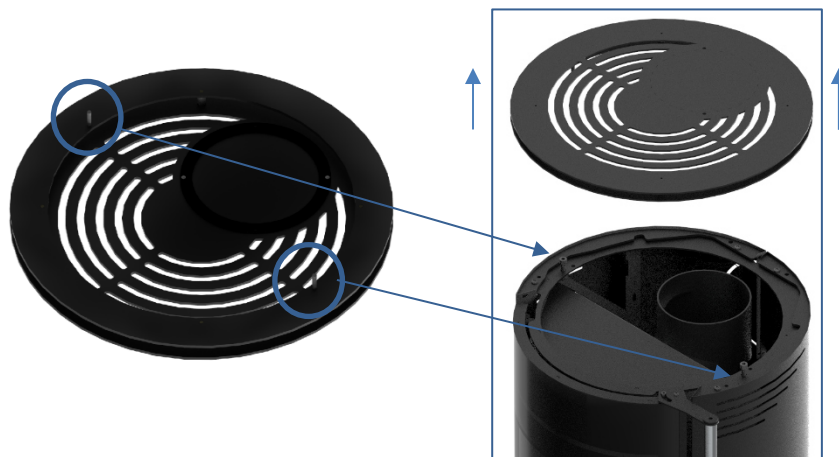

Figura 15 - Desmontagem do tampo no equipamento
- 1- Retirar o tampo, para isso basta levantá-lo, como mostra a Figura 15.